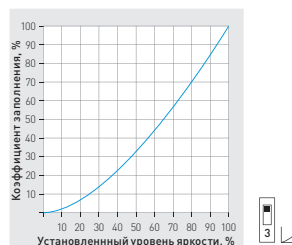

Рис. 4. Выбор характеристики диммирования
3.11. Выбор характеристики диммирования выполняется DIP-переключателем 3 (рис. 4).